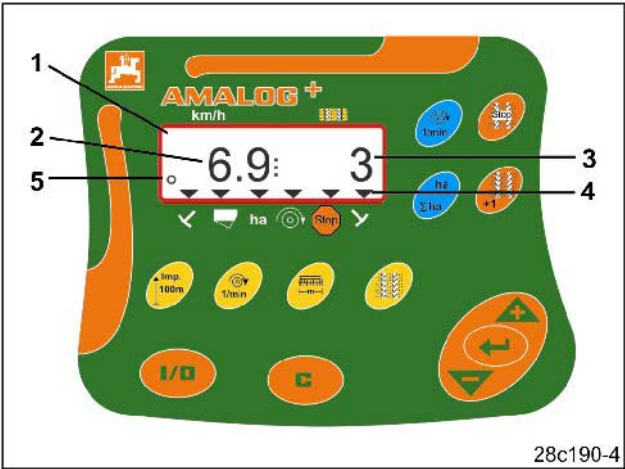

Рис. 2
Терминал **AMALOG+** с 6-разрядным дисплеем (Рис. 2/1) в рабочем положении отображает:
- скорость движения [км/час] (Рис. 2/2)
- положение счетчика технологических колей (Рис. 2/3)
- контрольные элементы (треугольник для символа, Рис. 2/4).
AMALOG+ работает корректно и показывает это на дисплее посредством мигающего кругообразного символа (Рис. 2/5), если **AMALOG+** во время работы получает импульсы от редукторного датчика.